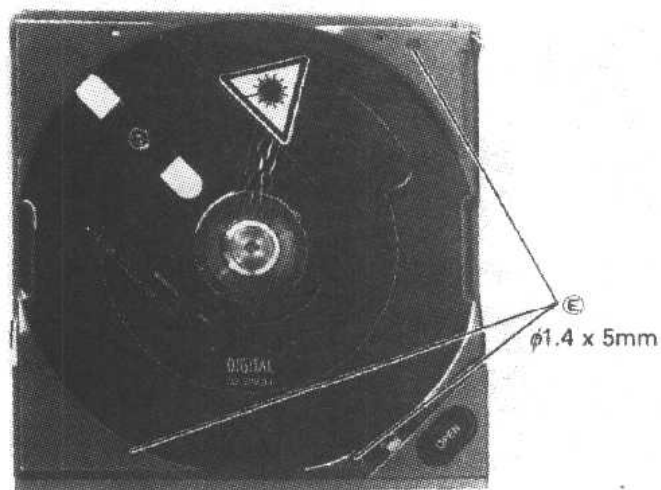
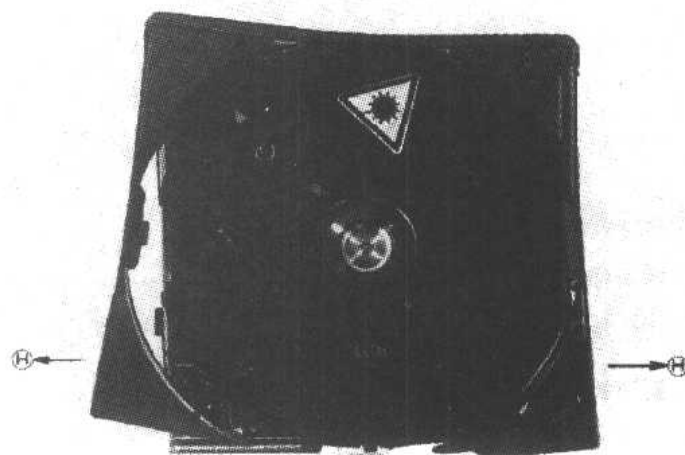
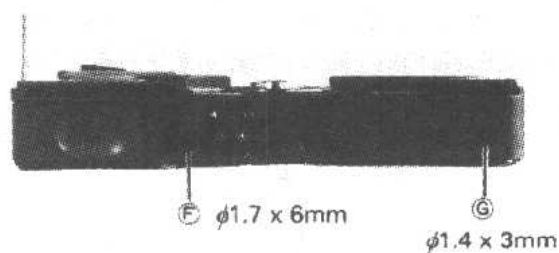

图 1.7
图 1.9
图 1.8
2. 取下铸模机壳上的3个螺钉⑤,见图1.7和背面的2个螺钉⑥、⑦,见图1.8,边向箭头⑧的方向推动铸模机壳的侧面板,边取下铸模机壳,见图1.9。